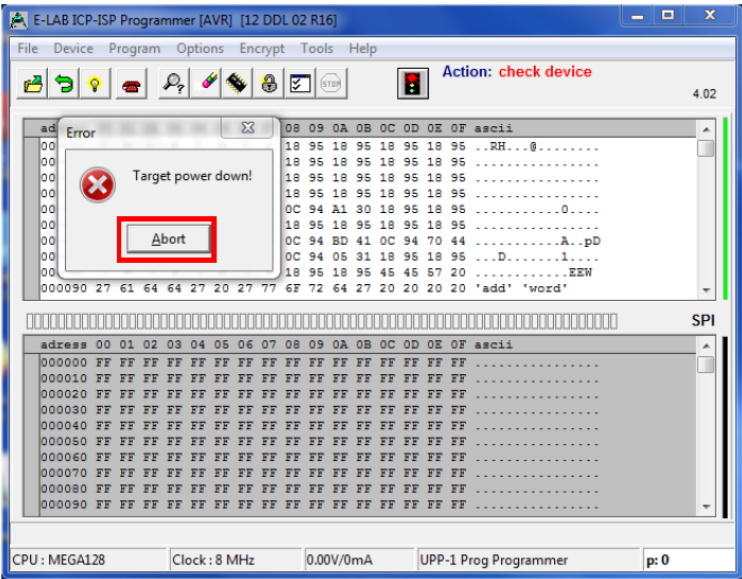

Рисунок 8
3.8 После проверки появляется сообщение об ошибке по умолчанию «**Target power down!**». Нажмите на кнопку «**Abort**» (рисунок 8).